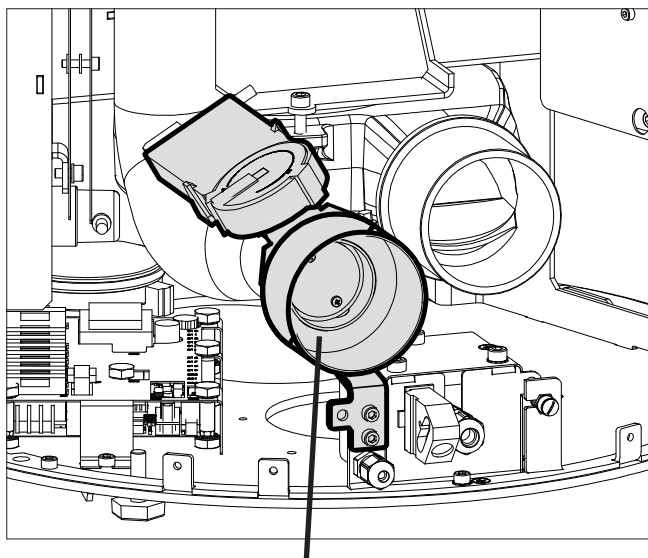

Fig.4 Clapet d'air de combustion vissé à l'arrière
- Visser le clapet d'air de combustion à l'arrière (Fig.4) ou au bas (Fig.5) de l'appareil.